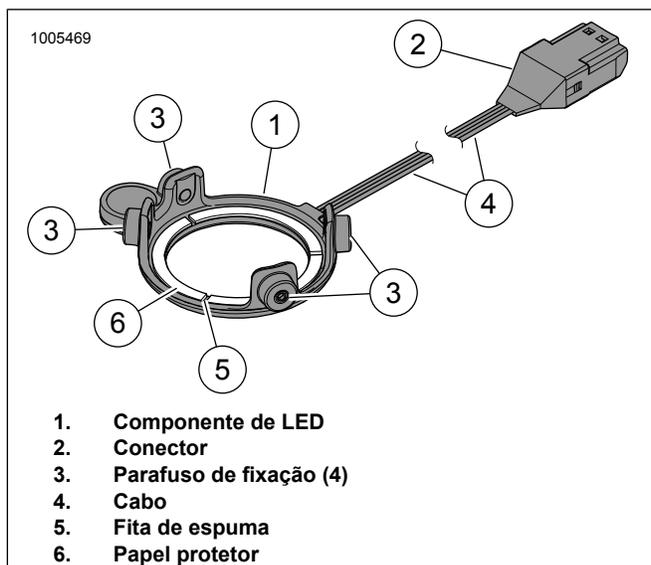

Figura 9. Luz LED, alto-falante Stage I redondo
3. Veja a figura 9. Remova o papel protetor (6) da fita de espuma (5) na parte traseira do componente de LED (1).